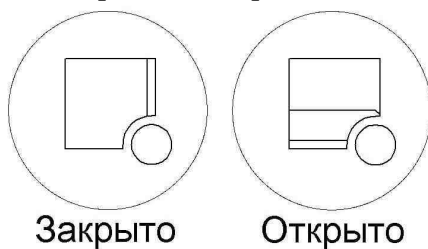

Рис. 4 — Положения фиксаторов защитной решетки вентилятора
3.2. Перед включением изделия необходимо убедиться, что защитная решетка (7) находится на месте и зафиксирована (два фиксатора, расположенные в верхних углах решетки, находятся в положении «Закрыто» (см. рис. 4)).